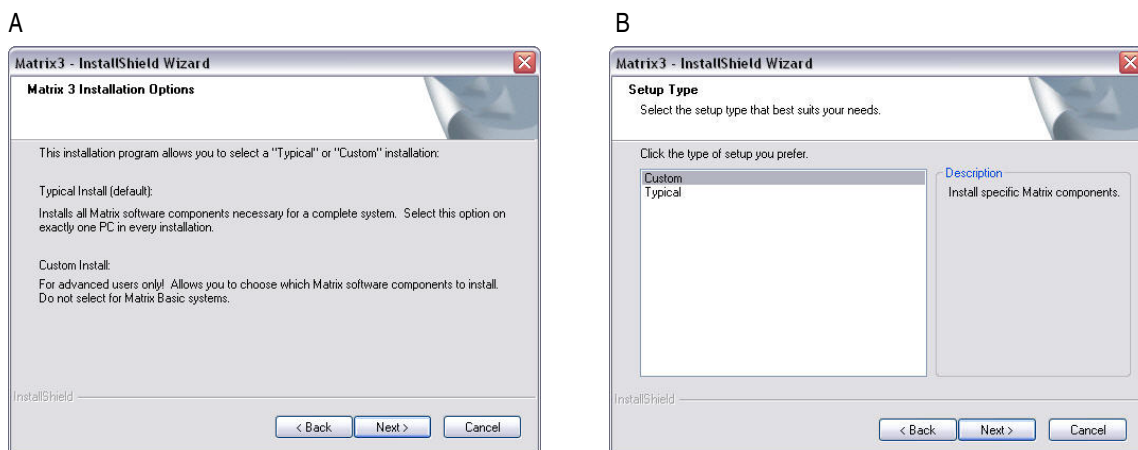

FIG. 14
5. Después de hacer clic en SIGUIENTE para aceptar el contrato de licencia, aparecerá la pantalla Opciones de instalación (A) que se representa en la FIG. 14. Esta sección describe las dos opciones de instalación disponibles para su selección.
Después de hacer clic en SIGUIENTE, aparecerá la pantalla Tipo de configuración (B) que se representa en la FIG. 14. Esta pantalla se utiliza para seleccionar el tipo de instalación que realizará.